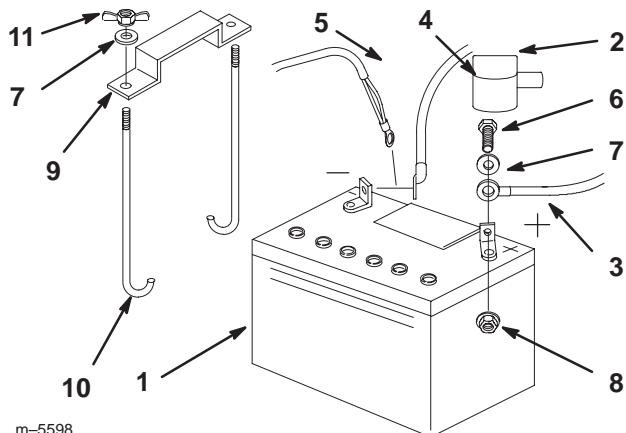

Figure 61
1. Placez la batterie dans son support en tournant les bornes vers le moteur (Fig. 61).
4. Fixez les câbles à l'aide de 2 boulons (1/4 x 3/4 pouce), 2 rondelles (1/4 pouce) et 2 contre-écrous (1/4 pouce) (Fig. 61).
6. Fixez la batterie en position avec des boulons en J, une barrette de maintien et 2 rondelles (1/4 pouce), ainsi que 2 écrous papillons (1/4 pouce) (Fig. 61).
4. Débranchez d'abord le câble négatif et le câble de masse de la borne négative (-) de la batterie (Fig. 61).
5. Ôtez le capuchon rouge de la borne positive (rouge) de la batterie. Retirez ensuite le câble positif (rouge) de la batterie (Fig. 61).
6. Retirez les deux écrous papillons (1/4 pouce) qui fixent la barrette de maintien de la batterie (Fig. 61).